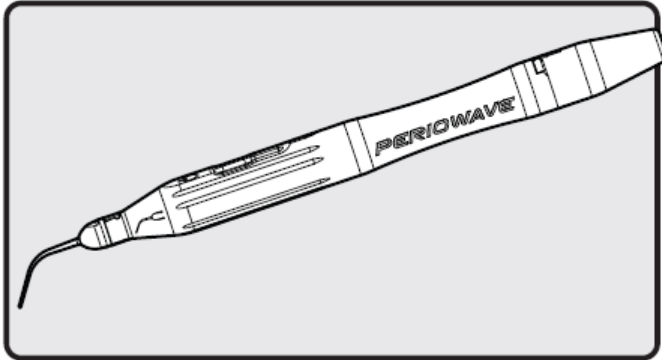

Abbildung 10: Vollständig zusammengebauter HHL-1000
- Wenn die Einweg-Lichtstreuerspitze angebracht und der Lasereinsatz richtig installiert ist (wie in *Abbildung 10* gezeigt), wird die gelbe Anzeige aufleuchten, was bedeutet, dass der Laser initialisiert und betriebsbereit ist.